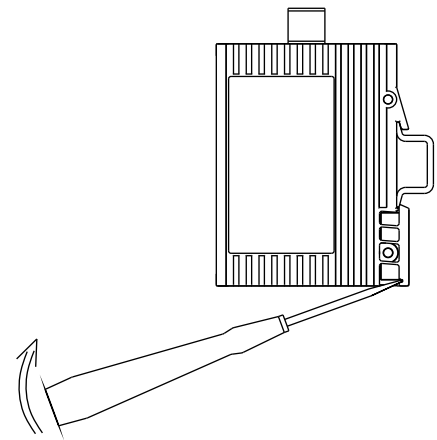

Abb. 7: Demontage des SPIDER
- Um den SPIDER von der Hutschiene zu demontieren, entriegeln Sie die Schnappvorrichtung gemäß Abb. 7.